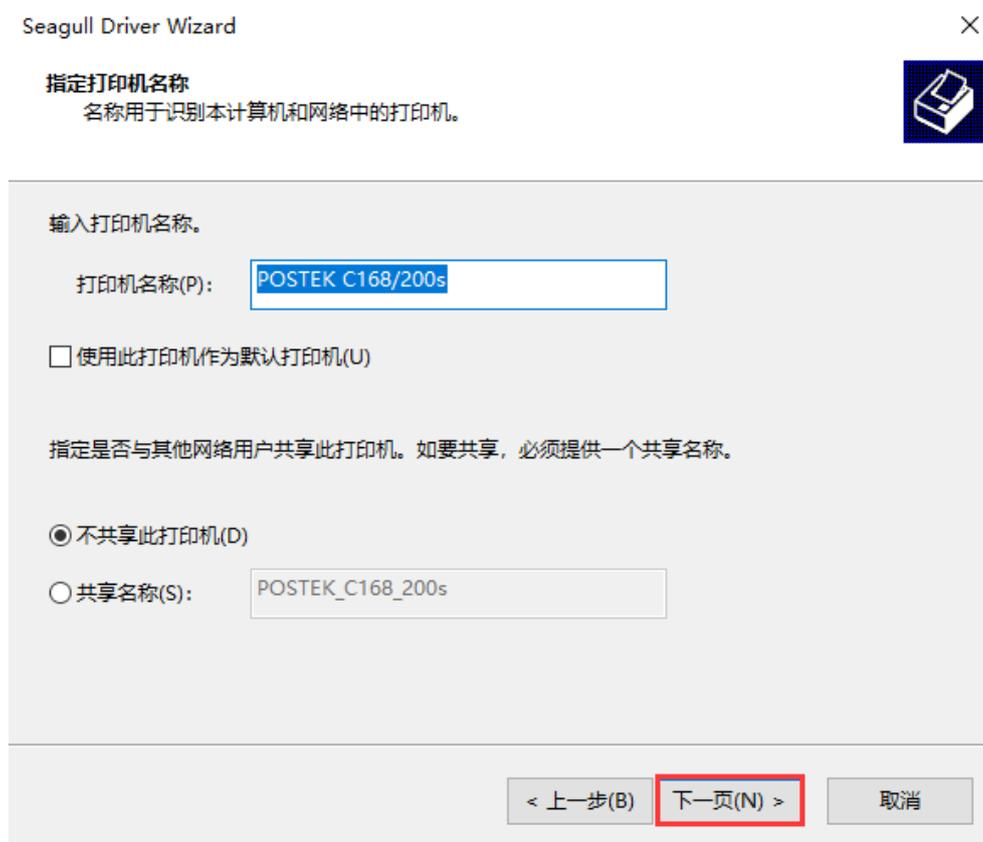

图 2-53 指定打印机名称界面
10. 在“指定打印机名称”界面中，设置打印机名称以及是否将打印机作为默认打印机，如图 2-53 所示，然后点击“下一页”，完成驱动安装；